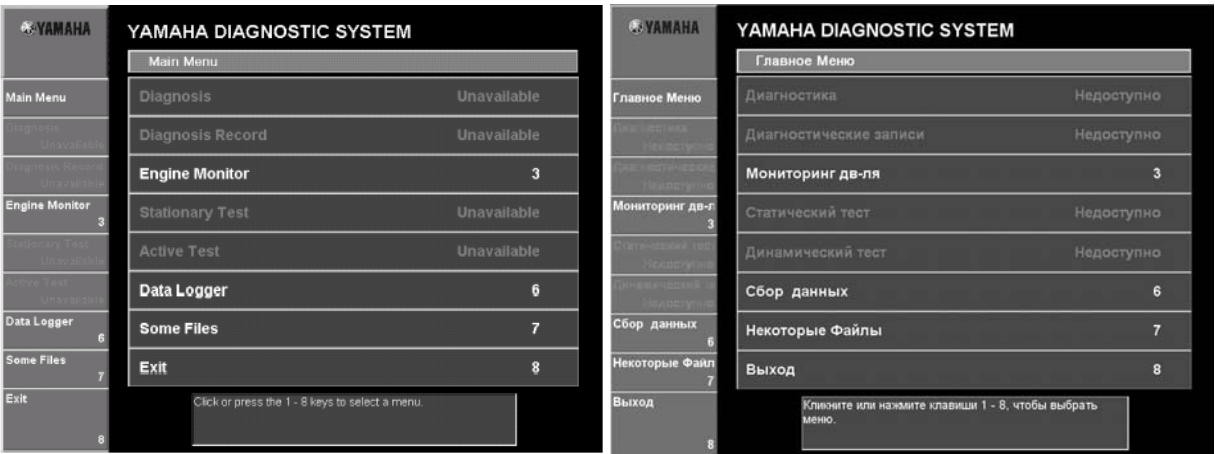

Рис. 60
3. Щелкнуть по команде **Мониторинг двигателя(Engine Monitor)** в Основном Меню или нажать клавишу 3 на клавиатуре. (Рис. 60)